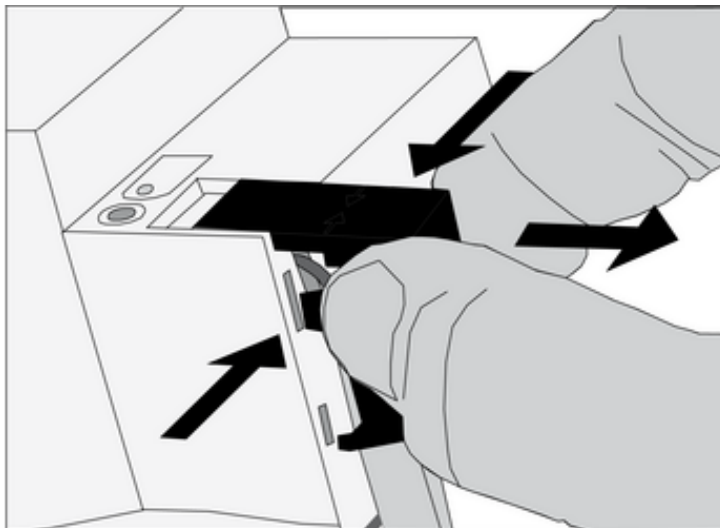

Bild 5: Abdeckkappe entfernen
- Abdeckkappe seitlich drücken und abziehen (Bild 5).